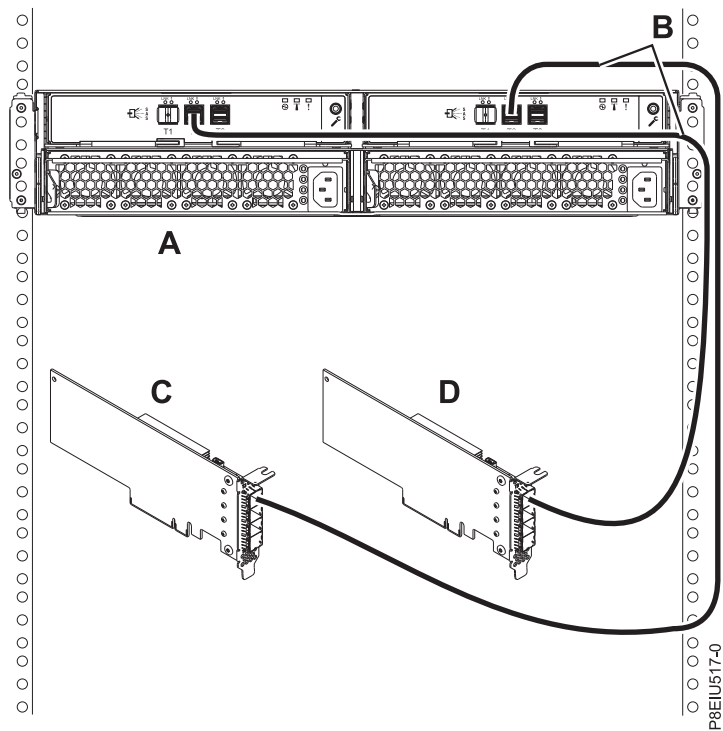

Рисунок 13. Подключение одного корпуса 5147-024 к двум адаптерам с помощью двух кабелей AA12 или других прямых кабелей (режим 1)
13. Подключите корпус хранения 5147-024 **(A)** с помощью двух кабелей AA12 или других прямых кабелей **(B)** к двум адаптерам **(C, D)** в режиме 1 (см. рис. 13 на стр. 16) и перейдите к шагу “Подключение кабелей данных, кабелей питания и установка крышек” на стр. 24.